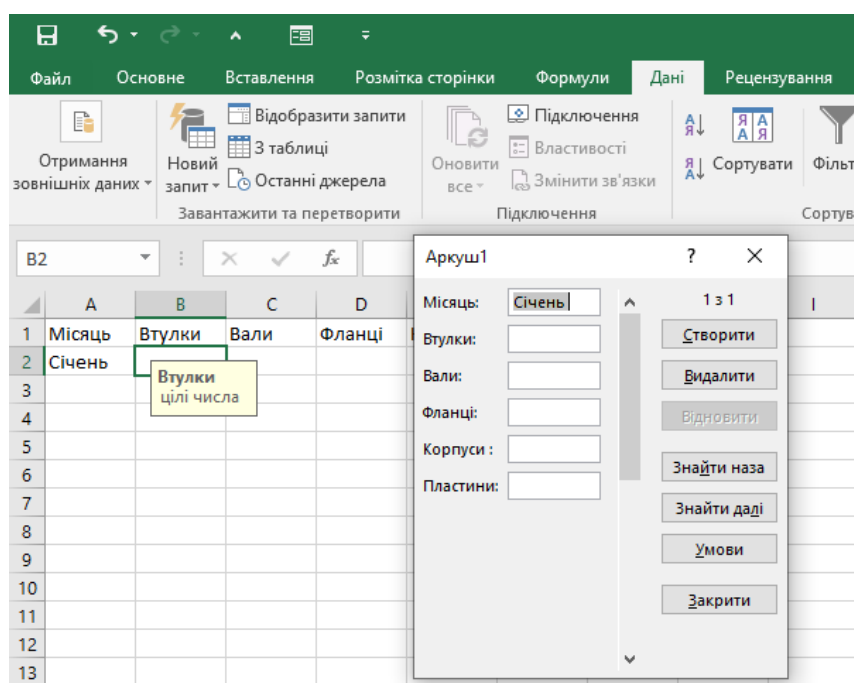

Рисунок 2.26 – Заповнення форми
7. Після цього виділіть будь-яку клітинку заготовки таблиці і клацніть на панелі швидкого доступу по значку «Форма ...», який ми раніше активували (рисунок 2.26).